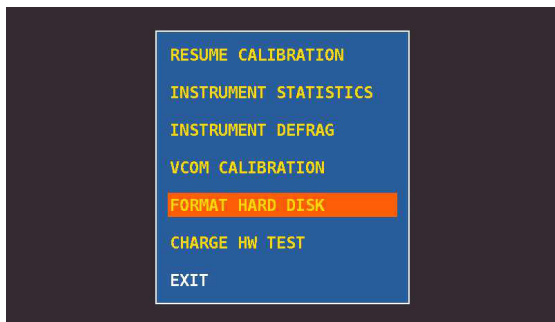

Figura 1: Menu di selezione
2. Premere e **TENERE** premuto per almeno 10 secondi **CONTEMPORANEAMENTE** i 3 pulsanti meccanici: **SPECT**, **PLAN** e **VOLUME** e attendere che sullo schermo dello strumento compaia il menù di figura 1;
3. Selezionare la voce “**FORMAT HARD DISK**” (figura 1), premere l’encoder (ENTER) e attendere l’esecuzione del processo;
- Premere il tasto VOLUME e selezionare "CONFIGURATION MENU" (figura 1),